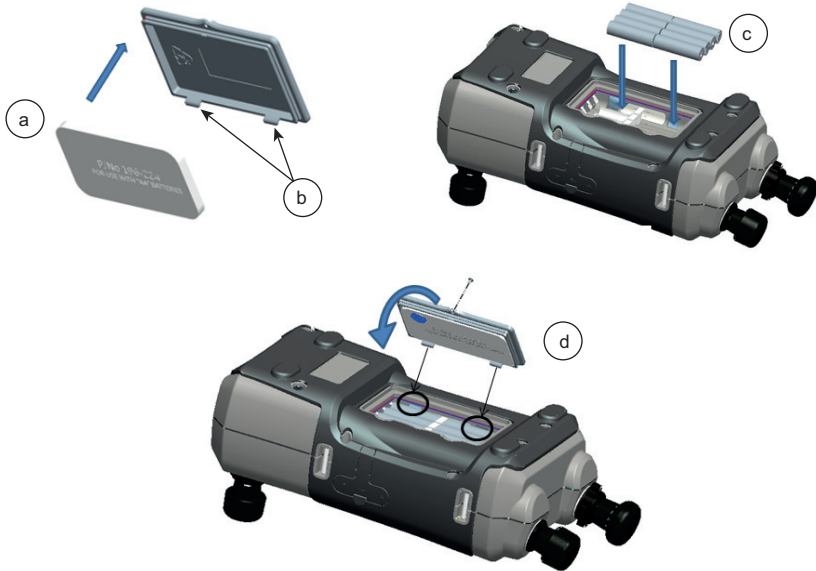

Figure 1-1 : Installation de batteries de piles sèches
3. Remettez en place le cache de batterie en enfonçant les pattes (b) à l'intérieur des fentes (d) puis abaissez le cache et immobilisez-le à l'aide de la vis de fixation (voir Figure 1-1).